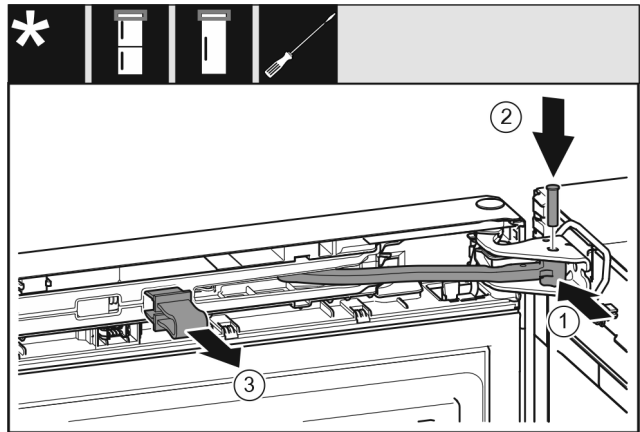

Fig. 72
- ▶ Gelenk Fig. 72 (1) in Lagerbock drehen.
- ▶ Bolzen Fig. 72 (2) in Lagerbock und Gelenk einsetzen. Dabei darauf achten, dass der Rastnocken korrekt in der Nut sitzt.
- ▶ Sicherung Fig. 72 (3) abnehmen.